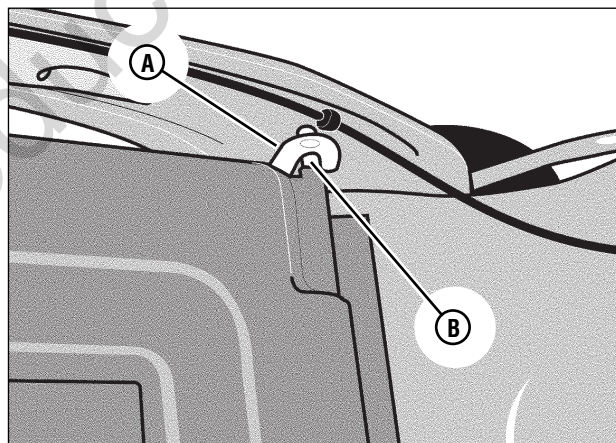

Figure 12 : Crochets du sac à herbe
3. En tenant la poignée du sac à herbe (B), installez-le sur l'arrière de la tondeuse, en vous assurant que ses crochets (A, Figure 12) sont placés sur la tige de pivotement de la porte arrière (B).